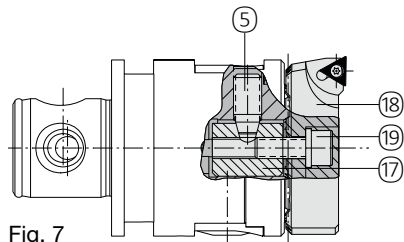

Fig. 7
**Porte-plaquette pour opérations d'alésage et détourage sans guide cranté (Fig. 7)**